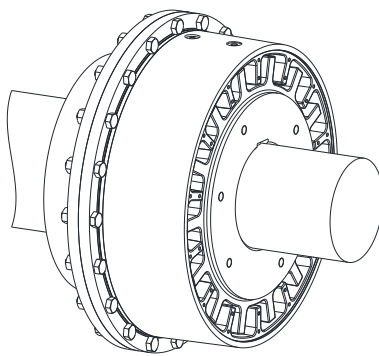

Bild 12
- Setzen Sie die Einzelelastomere (Bauteil 5) in die Hohlräume zwischen der Nabe und den Nockenring in der vorgeschriebenen Reihenfolge gemäß Bild 12, 13 und 14 ein. Beachten Sie, dass der Pfeil auf den Einzelelastomeren in Richtung Welle zeigt.